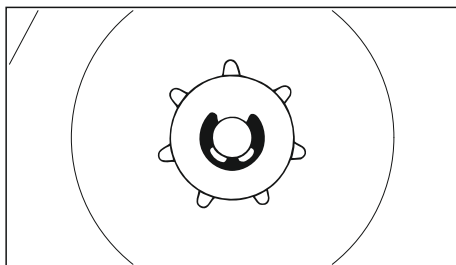

Рис. 72
- Звёздочку цепи вместе с сепаратором игольчатого шарикоподшипника снять с коленвала (рис. 72)